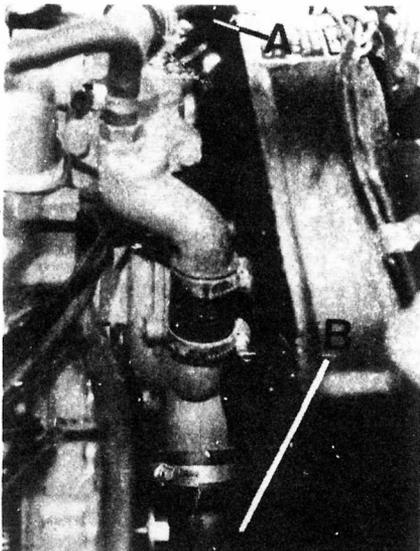

Fig. A3-6 Desmontaje de los manguitos del radiador
- 1.6. Desconectar del motor el manguito superior de entrada de agua al radiador, A (Fig. A3-6) y el inferior de salida de agua del radiador.
2.3. Proceder a llenar el radiador del líquido refrigerante que corresponda, habiendo dejado sin conectar el manguito superior de entrada de agua al radiador, A (Fig. A3-6). Continuar llenando el radiador, hasta que el líquido fluya por el manguito desconectado y por el tubo de la tapa del termostato. En este momento, conectar el manguito, montar el tapón de la boca de llenado del radiador y apretar la brida de fijación del manguito. La botella de rebose del radiador, deberá llenarse del mismo líquido refrigerante.